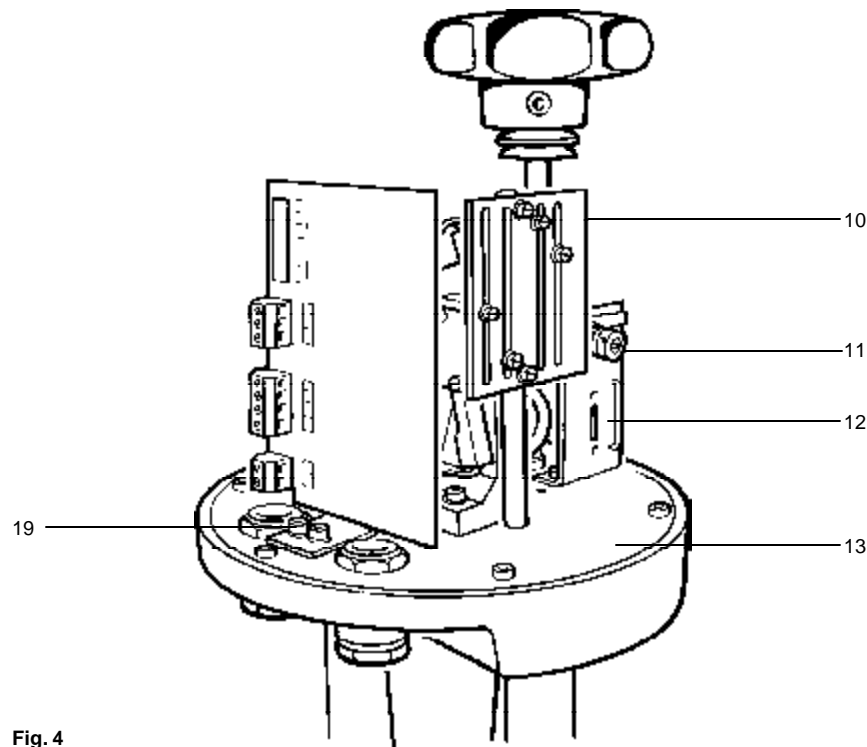

Fig. 4
Todos os atuadores podem ser fornecidos com chaves limitadoras de curso (Fig. 4). A fixação das chaves limitadoras auxiliares, é feita no suporte das mesmas (10), bem próximas das chaves normais.